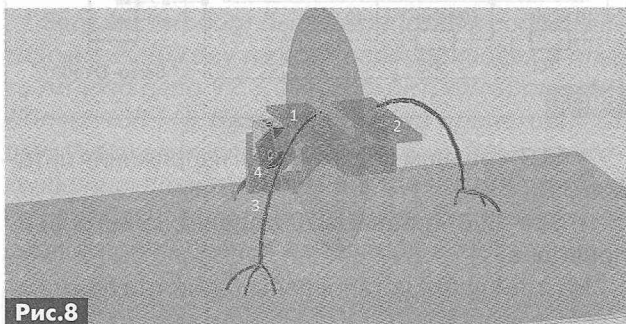
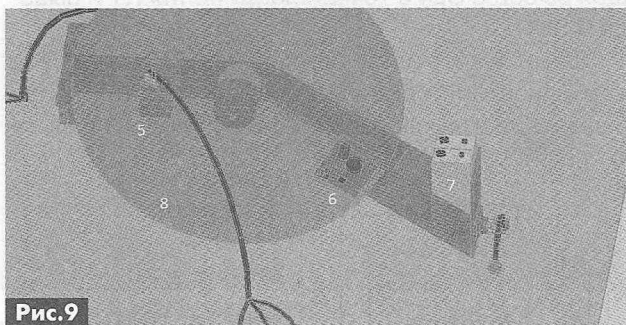
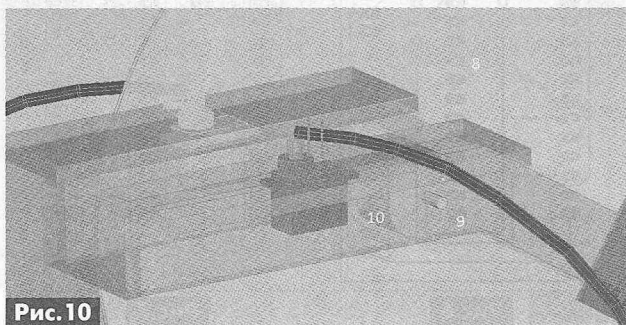

Рис.8
Рис.9
Рис.10
Основой конструкции робота служит несущая рама в виде коробки, внутри которой находится основное колесо. На несущей раме по периметру располагаются сервоприводы 1, 2, 3 (см. 1, 2 и 3 **рис.8**) и плата управления (4 **рис.8**). На **рис.9** можно увидеть один сервопривод (5) с «лапой» (ногой), плату стабилизатора (6), два аккумулятора (7) и основное колесо из оптического диска (8). На **рис.10** можно увидеть, что оптический диск расположен на втулке (10) диаметром 10 мм, внутри которой находится ось (9) диаметром 2 мм. Втулка 10 мм не позволяет диску наклониться в стороны во время движения. Ось 2 мм скользит внутри отверстий корпуса. При передвижении робот наклоняется вбок, опираясь на одну из ног, одновременно переставляет вторую ногу. Равновесие робота поддерживается за счет трех точек упора: